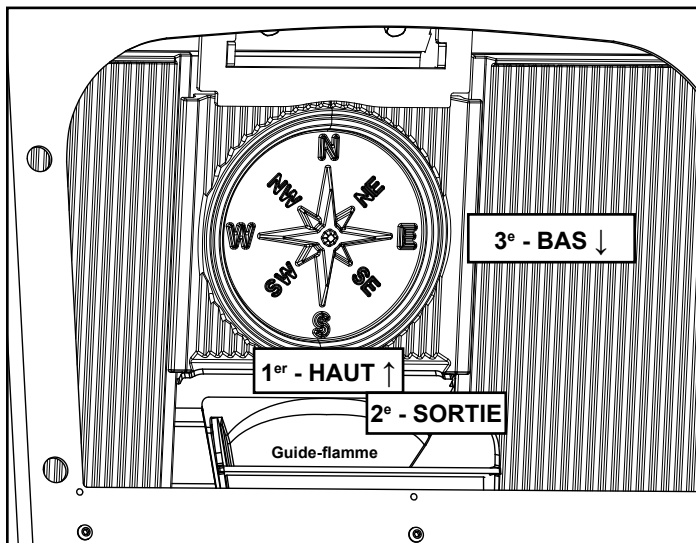

Figure 5.3
3. Enlevez les quatre (4) pièces internes en fonte, Figure 5.2. Voir Figures 5.3 et 5.4 pour les instructions de démontage.
3. Tirez les coins du médaillon vers le bas jusqu'à ce que le dessus se dégage de l'arrêtoir qui le maintient aligné. Figure 5.3.